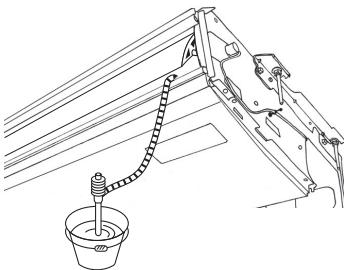

Fig. 5-3
- Fastgør den samlemuffe ⑤, der følger med enheden, til enhedens drænåbning med et vinylkloridklæbestof.
- Fastgør det muffedække ⑥, der følger med enheden, til samlemuffen ⑤.
- Fastgør drænrøret (VP-20) til samlemuffen ⑤ med et vinylkloridklæbestof.
- Pak den drænrørsafdækning ⑦, der fulgte med enheden, omkring (sømtaping).
- Ⓒ Muffedække ⑥
- Ⓓ Samlemuffe ⑤
- Ⓔ Drænrørsafdækning ⑦
5. Check, at afløbet fungerer korrekt. (Fig. 5-3)